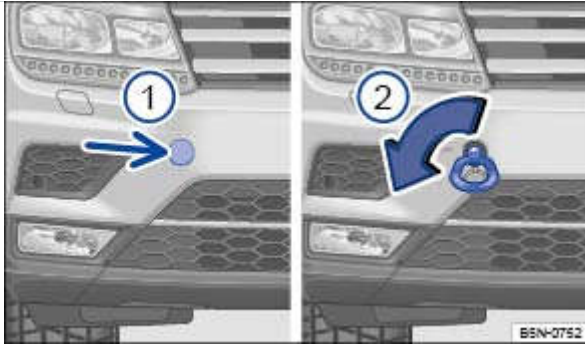

Fig. 282 Dans le pare-chocs avant, du côté droit : œillet de remorquage
Le logement prévu pour l'œillet de remorquage à visser se trouve dans le pare-chocs avant côté droit, derrière un cache (flèche) → Fig. 282 .
- Appuyez sur la zone inférieure du cache → Fig. 282 ① (flèche) pour défaire le crantage du cache.
- Vissez l'œillet de remorquage → Fig. 282 ② aussi fermement que possible dans son logement dans le sens de la flèche → ⚠ . Utilisez un objet approprié permettant de visser complètement et fermement l'œillet de remorquage dans la fixation.